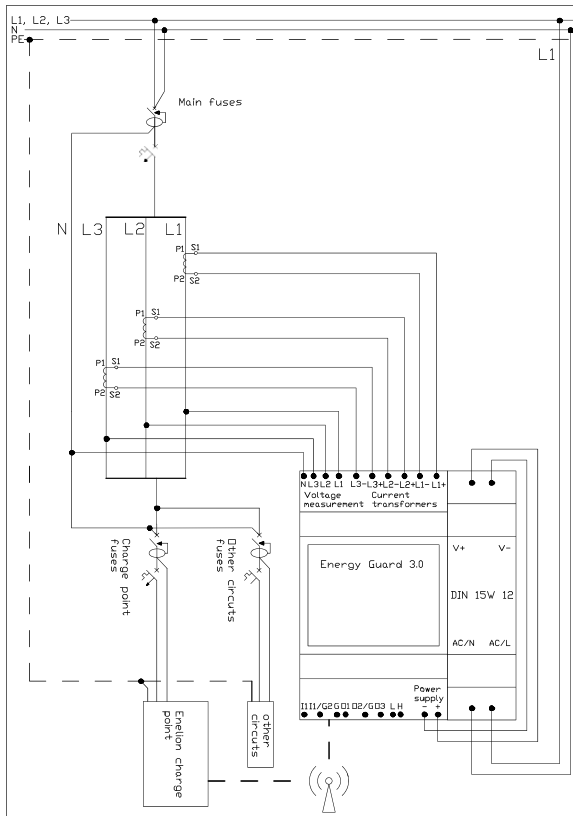
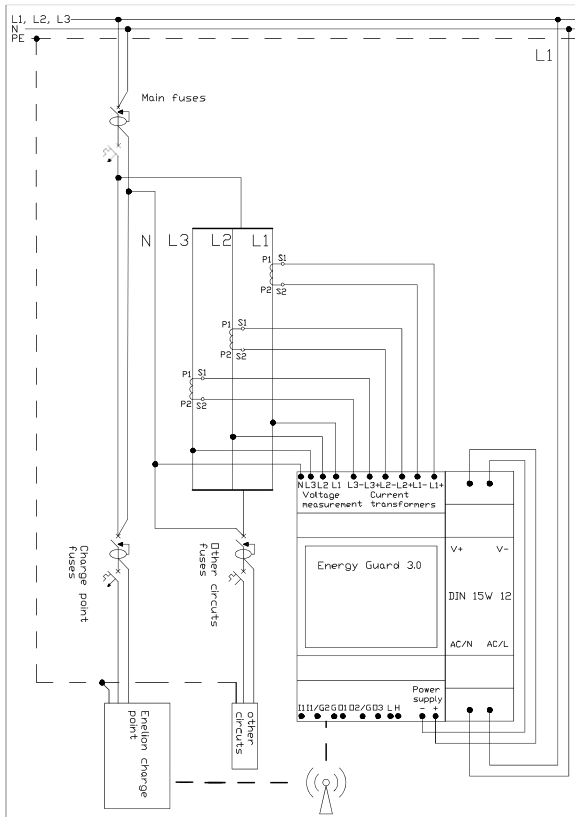

Abb. 3: Anschlussplan von EEG zur Messung des gesamten Anschlusses samt Ladung Terminal.
Abb. 4: Anschlussplan des EEG zur Messung der Last ohne Ladeklemmen.
Es besteht die Möglichkeit, den Installationsort für die Messwandler zu wählen. Sie können an den Stromkabeln installiert werden, die zusammen mit den Ladestationen den Verbraucher des Gebäudes versorgen [Abbildung 3], oder an den Stromkabeln, die nur den Verbraucher des Gebäudes versorgen [Abbildung 4].
Die erste Methode besteht darin, sie an den Hauptstromkabeln zum Verteiler zu installieren. Infolgedessen misst EEG den Strom für die gesamte Verbindung [Abbildung 3].
Die zweite Möglichkeit besteht darin, sie an den Stromkabeln zu installieren, die andere Verbraucher versorgen (mit Ausnahme der ENELION LUMINA-Ladestation) [Abbildung 4].
1. „All power equipment“ Schließt alle Geräte mit ein, ebenso die Ladestationen. [Abbildung 3].
2. „Power Equipment without charging network“ schließt alle Verbraucher ein, exklusive Ladestationen [Abbildung 4].